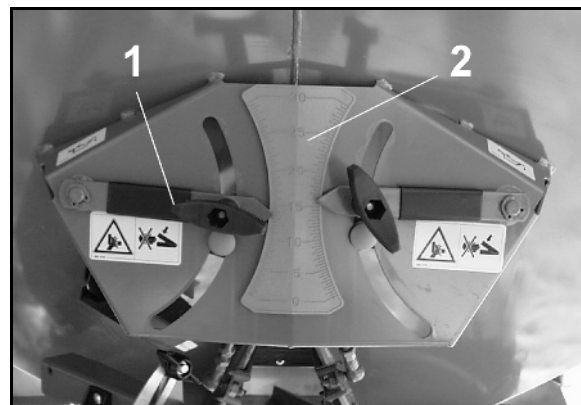
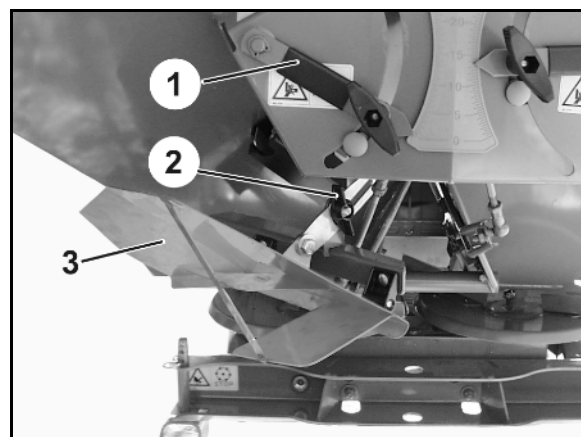

Рис. 85
Рис. 86
- Закройте левую заслонку (Рис. 85/1).
2. Отверните барашковую гайку (Рис. 85/2).
3. Поверните отражающий щиток (Рис. 85/3) вниз из нерабочего в рабочее положение (Рис. 86).
4. Затяните барашковую гайку (Рис. 85/2).